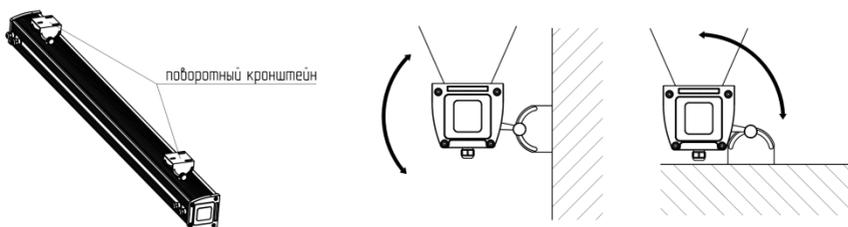

Рисунок 4 – Крепление линейного прожектора RGBW Geniled на поверхности.
- 5.2. Установите линейный прожектор на поверхность при помощи двух поворотных кронштейнов (см. рисунок 4). Отрегулируйте необходимый угол наклона и затяните винты на поворотных кронштейнах.